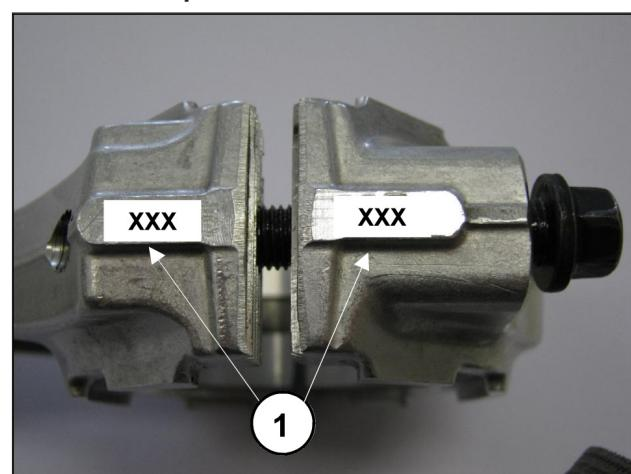

Fig. 9
- Emparelhe os chapéus da haste em suas relativas hastas, referindo-se à numeração (Fig. 9, pos. ①). **Preste atenção na direção correta da montagem dos chapéus.**